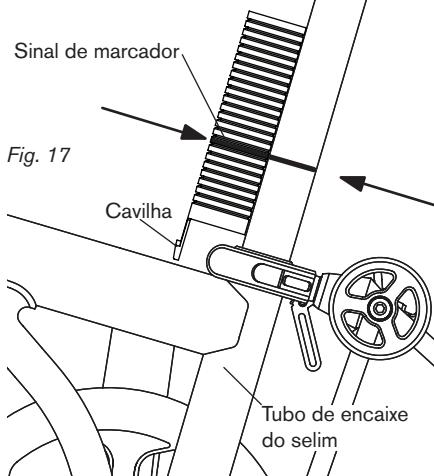

Fig. 17
- Coloque a extensão virada ao contrário, contra o poste, no topo do tubo de encaixe do selim, conforme demonstrado (fig. 17) e marque a ranhura na extensão, o mais próximo possível da marca no espigão do selim.